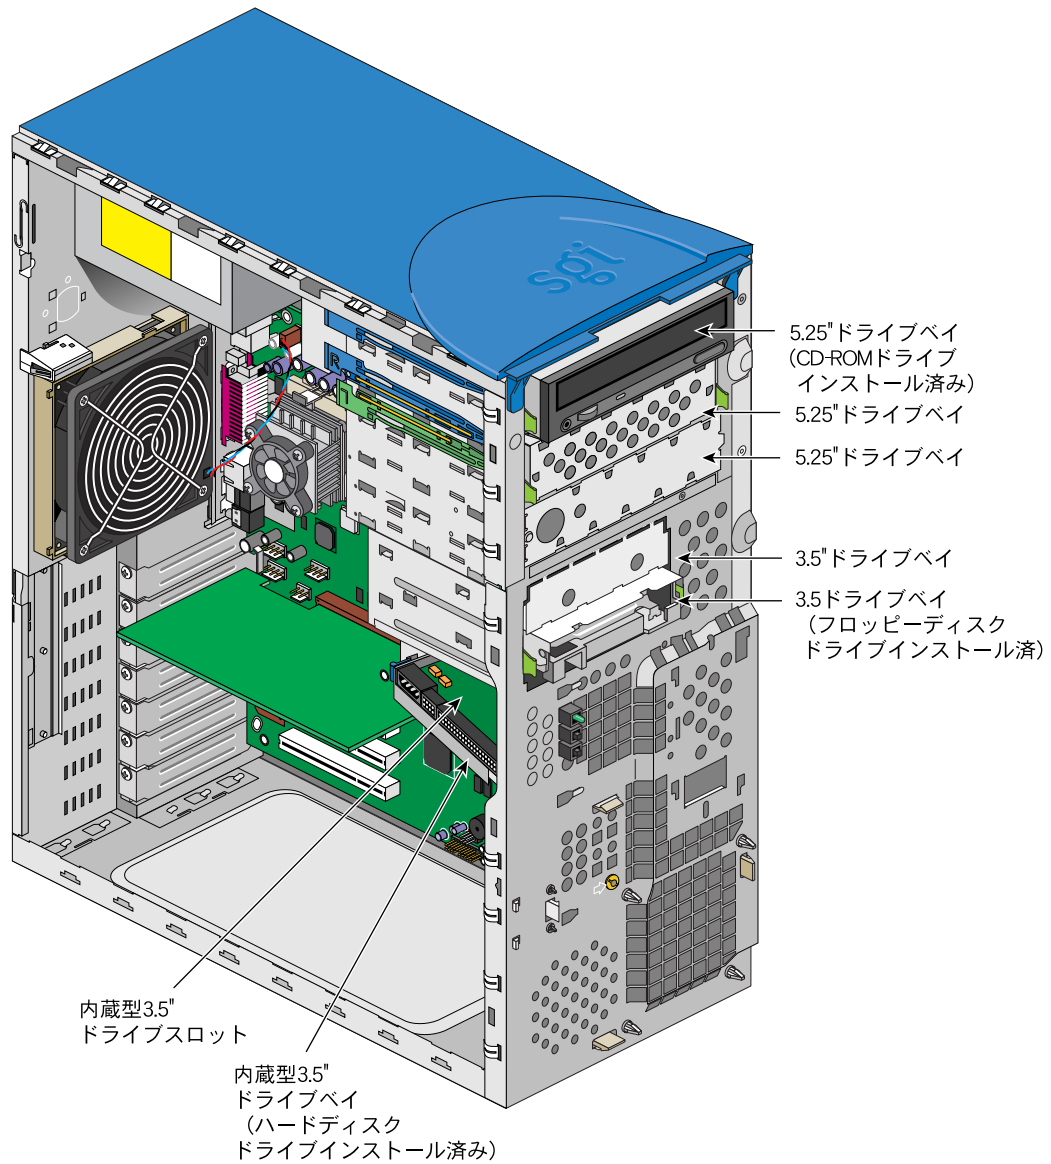

図1-5 5.25インチと3.5インチのドライブベイ
- **Silicon Graphics 230 Visual Workstation** には、図 1-5 に示すように、5.25 インチのドライブベイが3つと3.5 インチのドライブベイが4つ搭載されています。3つの5.25 インチドライブベイはすべて、フロントパネルからアクセスできます。3.25 インチのドライブベイのうち2つはフロントパネルにあり、残りの2つは本体内に収容されており外部からアクセスできません。